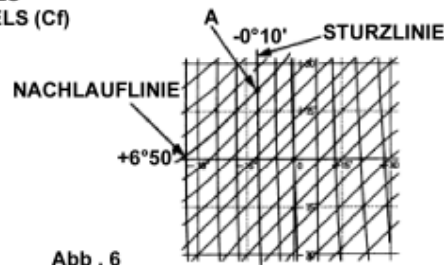

Abb. 6
4. Die Werte der Nachstellexzenterwinkel mit Hilfe des Diagramms in den Sturz- und Nachlaufwinkel übersetzen (lesen Sie beispielsweise den Nachlaufwinkel der Nachlauflinie und der Sturzlinie ab, die durch den Punkt A oder am nächsten daran vorbei verlaufen (Abb. 6).